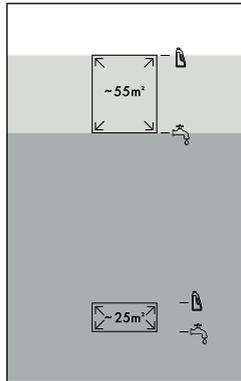

Abb. 9
- ◆ Füllen Sie für große Flächen  (bis zu 55 m²) Leitungswasser oder destilliertes Wasser bis zur dritten Füllstand-Markierung  in den Frischwasserbehälter ① (siehe Abb. 9).
- ◆ Füllen Sie für große Flächen  (bis zu 55 m²) Reinigungsmittel bis zur vierten Füllstand-Markierung  in den Frischwasserbehälter ① (siehe Abb. 9).